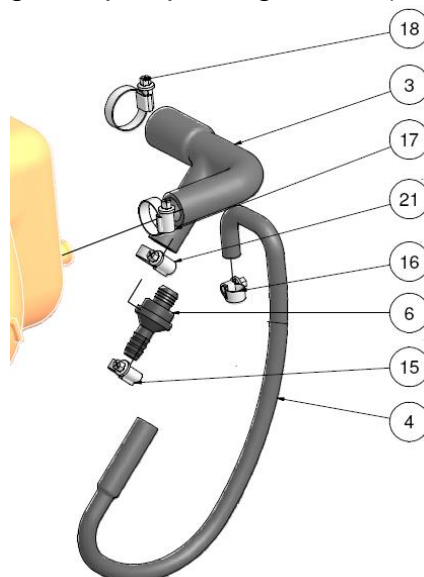

Abbildung 27
14. Den Riemen auflegen. Dabei auf die richtige Riemenführung achten (Abb. 27). Hinweis zum Riemenspanner: Der Spannweg der Spannrolle muss bei aufgelegtem Riemen noch 1/3 des Gesamtwegs betragen (Abb. 27 rechts).